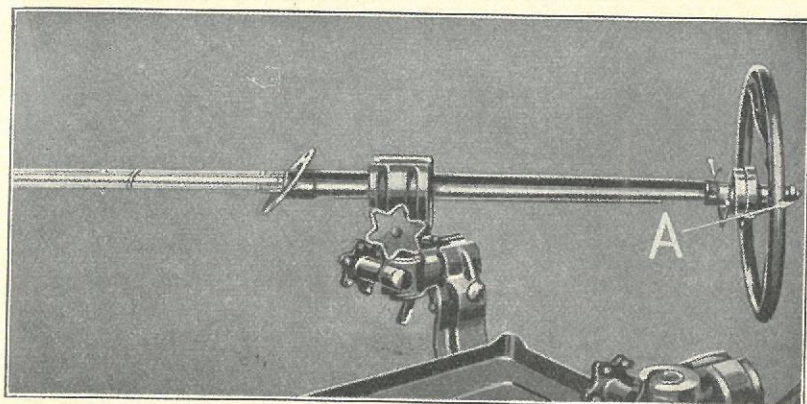

Fig. 386
- 747** Skru Ratmøtrikken af (Fig. 386-A) og træk Styrehjulet af med en Aftrækker, som vist paa Fig. 14.